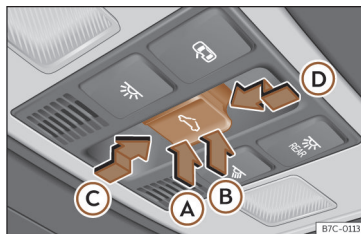

Fig. 61 En el revestimiento interior del techo: tecla del techo de cristal.
La tecla fig. 61 tiene dos niveles. En el primer nivel se puede situar el techo en la posición deflectora, abrir o cerrar total o parcialmente.
- Antes de que transcurran aprox. 5 segundos desde la activación de la función antiaprisionamiento, presione la tecla ◀>>> fig. 61 hasta el segundo nivel en el sentido de la flecha Ⓣ hasta que el techo se cierre completamente.